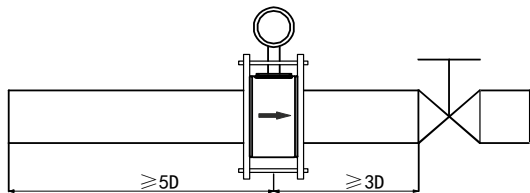
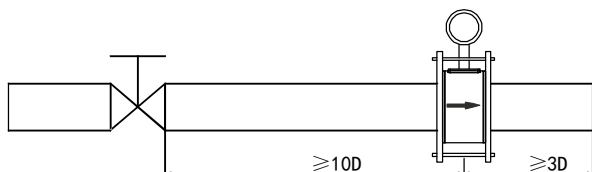

图 2
图 3
- 为确保流量计的测量精度，建议应保证传感器上游直管段长度至少应为 5 倍管径(5D)，下游直管段长度至少应为 3 倍管径(3D)。(参见图 2、图 3)